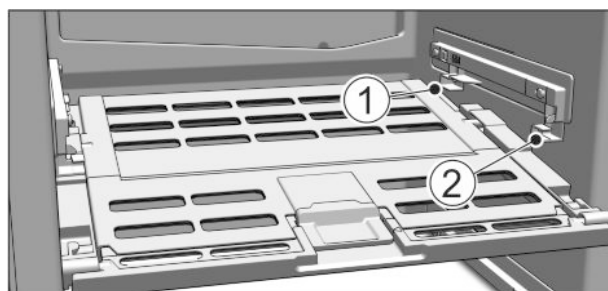

Fig. 50
▶ Установка крышки отделения с функцией для хранения овощей и фруктов Fruit & Vegetable-Safe: Вставить поперечные ребра крышки через низ в задний держатель Fig. 50 (1) и защелкнуть спереди на держателе Fig. 50 (2).